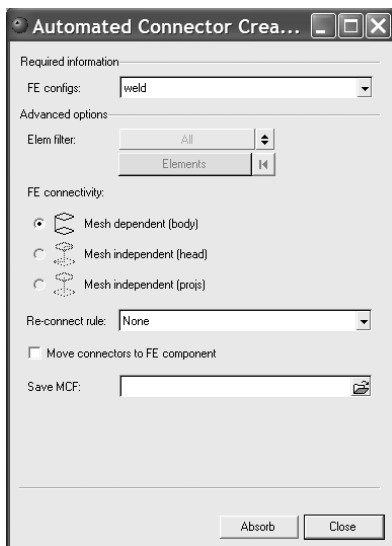

图 6-51 Automated Connector Creation and FE Absorption 对话框
- (1) 通过主菜单 Connectors > Fe Absorb 打开 Automated Connector Creation and FE Absorption 对话框，如图 6-51 所示。